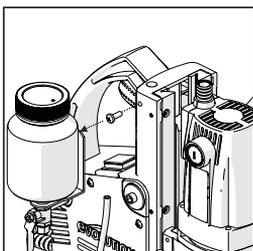

Fig. 3
- Sätt fast flaskan med kylmedel/smörjmedel i dess arbetsläge. Använd hålet som finns på övre vänster sida av maskinens hölje och Ø6 skruven (ingår). **(Fig. 3)**